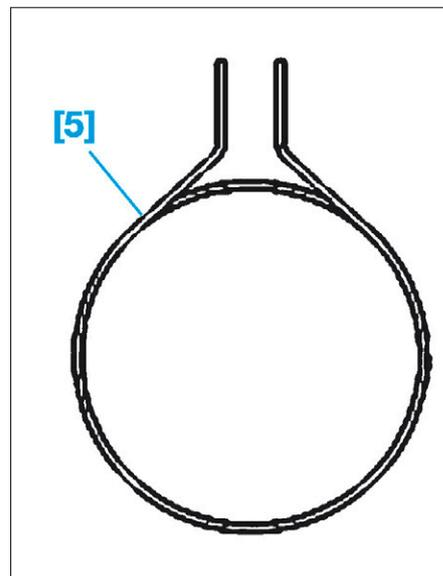

FIG. 5
- [5]. Centreur du pignon de vilebrequin (réf. 0188-AH) (Fig.5).